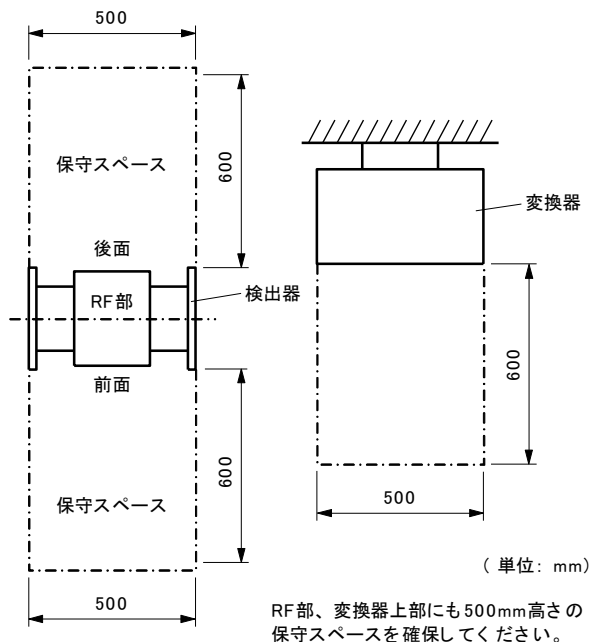

図5 保守スペース
- (1) 振動が少なく、衝撃がなく、腐食性ガスの雰囲気が少ない場所を選んで、保守作業が容易に行える場所に据付けてください。
- (2) 検出器および変換器の周囲に保守のためのスペースを確保してください(図5参照)。
- (3) 直射日光を受ける恐れがある場合は、日除けカバーを設けてください。
- (4) 本濃度計は、可燃性・爆発性ガス漏えいの危険性がある場所には設置できません。
- (5) 本濃度計は、次の場所への据付けは避けてください。
- (6) 本濃度計は、気泡の発生がほとんどなく、配管内において非満水や沈降・堆積のない場所へ据付けてください。
- (7) 本濃度計は、濃度分布が均一となる場所へ据付けてください。配管内の濃度分布が不均一の場合には、手分析と濃度計の指示値が一致しない場合があります。
- (8) 測定流体の流速は0.6 m/sを確保してください。